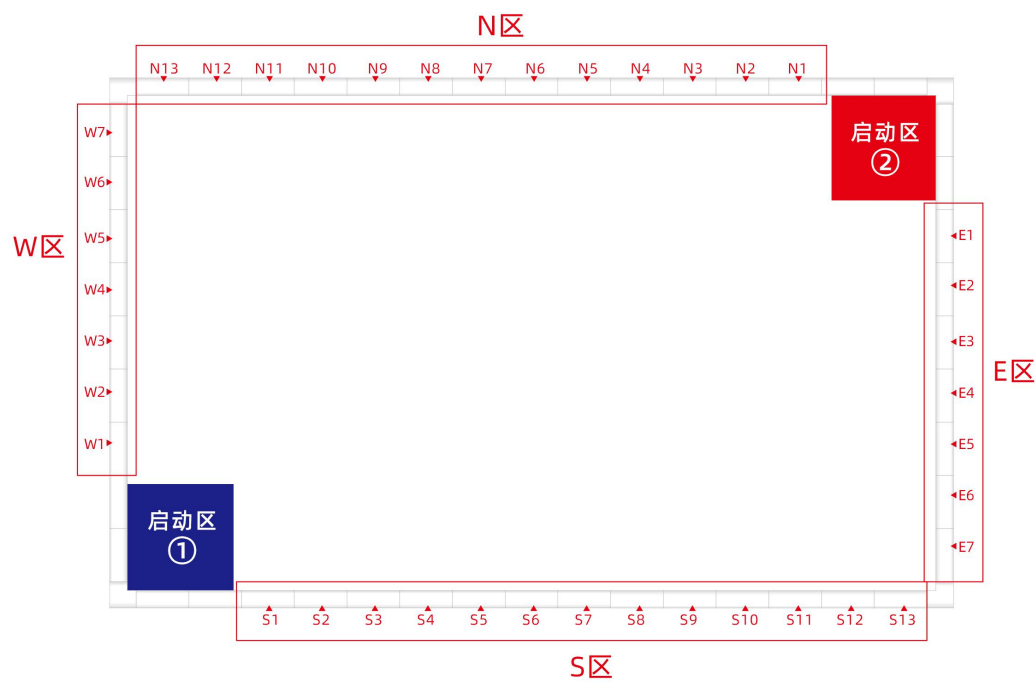

图 11 赛台围栏分区及编号
- (1) 分拣流水线所用的模型不进行抽签。
- (2) 围栏东、南、西、北四边可利用的每段挡板按顺序编号，如图 11 所示。
- (3) 可使用抽签卡，并按表格顺序抽签。
- (4) 模型类型及位置由抽签决定，由裁判确定其安装方向。
- (5) 若模型位置不合适，可重新抽取。